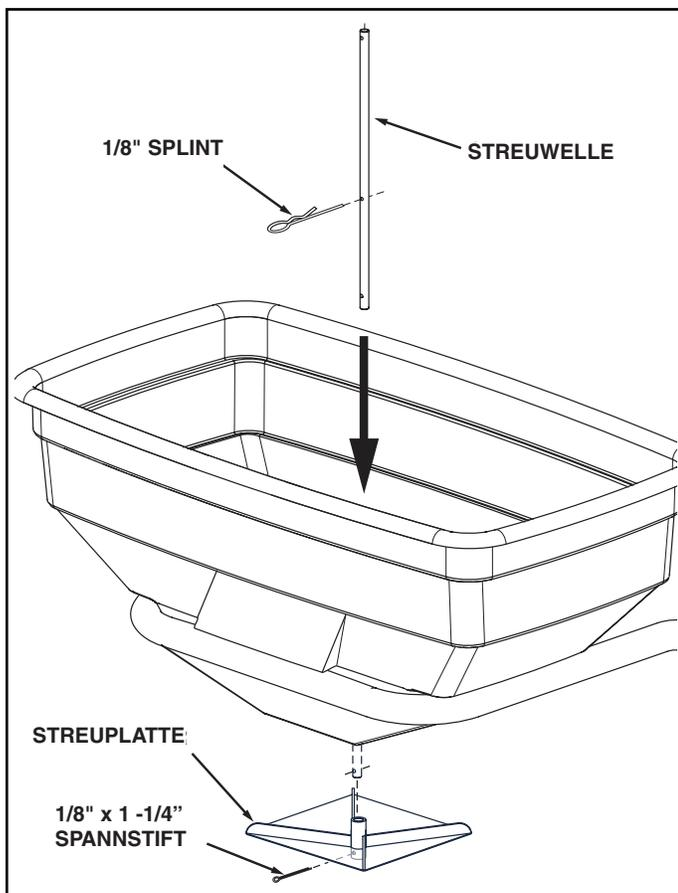

ABBILDUNG 9
11. Führen Sie einen 1/8" Splint in das mittlere Loch in der Streuwelle ein. Siehe Abbildung 9.
12. Schieben Sie das Ende der Streuwelle durch die Kunststoffdurchführung am Boden des Trichters. Siehe Abbildung 9.
13. Schieben Sie die Streueinheit auf die Streuwelle und befestigen Sie sie mit einem 1/8" x 1-1/4" Spannstift. Siehe Abbildung 9.